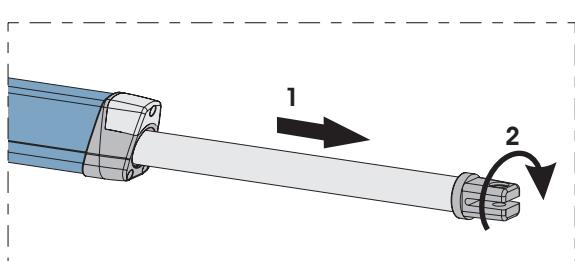

Abb. 9
- Den Schaft bis zum Anschlag ganz entfernen, Abb.9 Bez.1.
- Den Schaft eine halbe/ganze Runde im Uhrzeigersinn drehen, Abb. 9 Bez.2